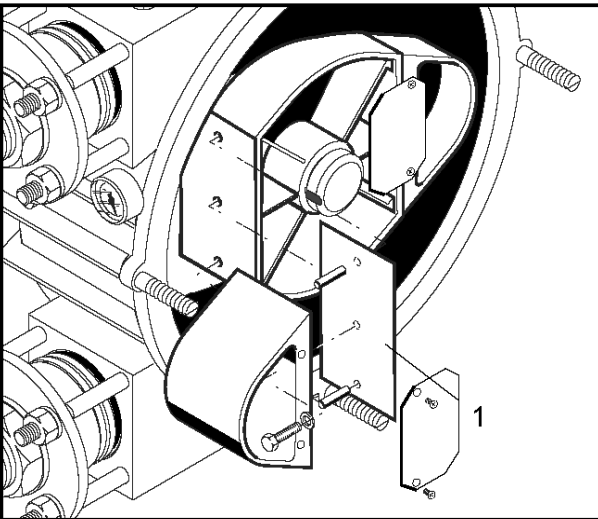

Fig. 21 1 mellanlägg
5. Mellanläggen (Fig. 21) måste sedan tas bort för att minska pumptrycket eller extra mellanlägg sätts in för att öka det. Om mellanläggen byts, måste du se till att båda gliddelarna byts till samma dimension. Mätningarna måste exakt motsvara tabellen (se nedan).